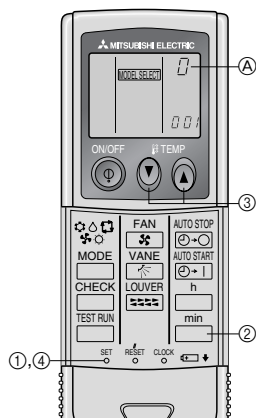

Fig. 6-7
4) Assegnazione di un comando a distanza a ciascuna sezione interna (Fig. 6-7)